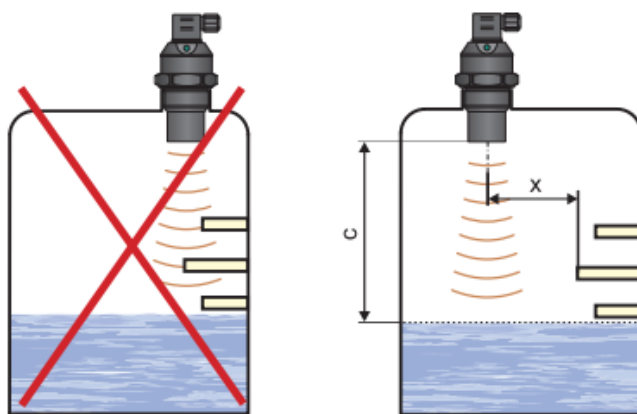

Fig. 6: Distância mínima dos objetos próximos no tanque
h) O local de instalação do medidor de nível deve ser escolhido de modo a que o sinal acústico não seja afetado por objetos próximos (reforços, apoios, suportes, escadas, elementos de aquecimento, misturadores, etc.). Estes obstáculos podem resultar em falsos reflexos, aumentando a imprecisão de medição (Fig. 6).